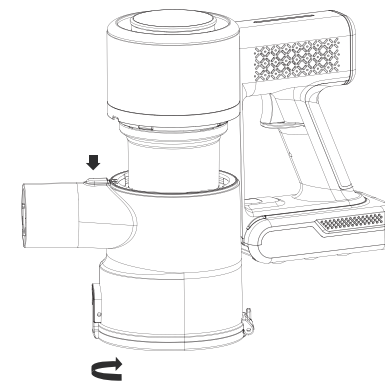

Abb. 1
2. Drücken Sie die Entriegelungstaste, halten Sie den Staubbehälter und drehen Sie ihn im Uhrzeigersinn, um den Staubbehälter zu entfernen, Abb. 1.